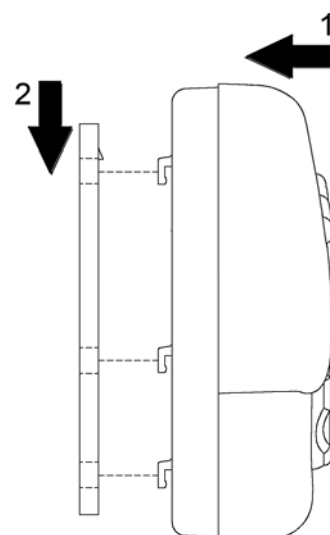

рис. 4.
4. Прикрепить к стене фиксирующую планку к стене с помощью саморезов соответственно отверстиям на планке. Надеть на планку цокольную часть регулятора (рис.4).